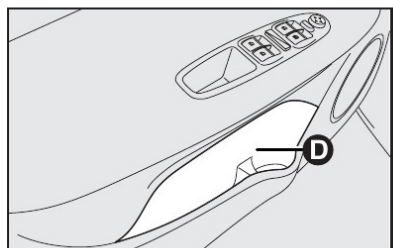

fig. 86
**D-fig. 86** - Painel das portas dianteiras.